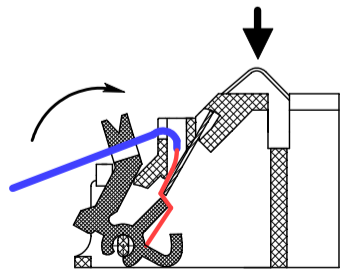

Рисунок 4
- вести в канал провод и зафиксировать его, поджав кнопку-зажим до упора (рисунок 4);
- проверить надежность соединения, для чего необходимо надавить на изгиб контакта, имитируя нажим извещателем (рисунок 4) и потянуть провод на себя;
- завести провод в паз, расположенный на кнопке-зажиме (рисунок 4).